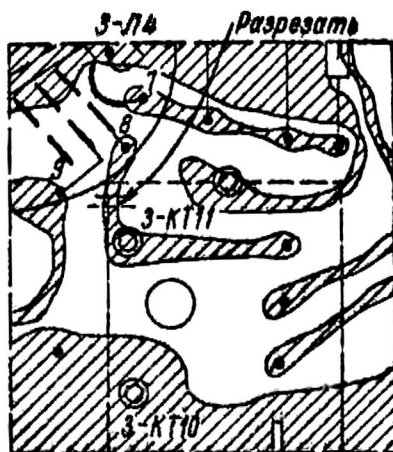

Рис.1. Печатная плата блока У8
1. Разрезать печатный проводник блока У8 (ширина разреза не менее 1 мм), соединяющий контакт 3-КТ11 с выводом 8 лампы 3-Л4 , в соответствии с рис. 1.